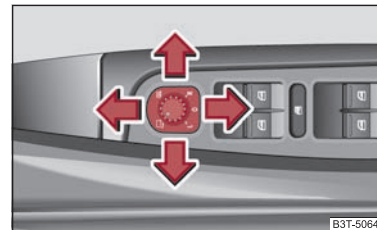

Fig. 67 Interiorul ușii: Buton rotativ
- Aduceți butonul rotativ în poziția  ⇒ pagina 77, fig. 67.
Când butonul rotativ se află în poziția **R** ⇒ pagina 77, fig. 67 și se selectează treapta de marșarier, suprafața oglinzii se basculează puțin în jos. Astfel în timpul parcării este asigurată vizibilitatea spre bordură.